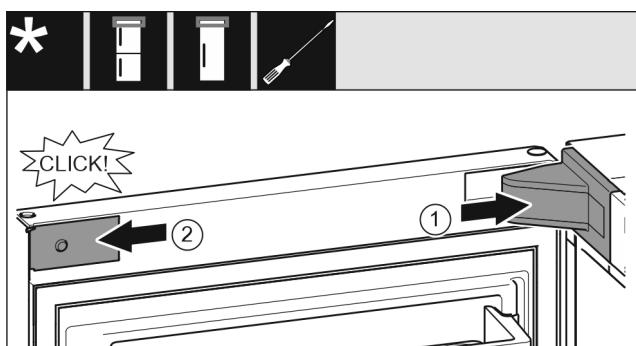

Fig. 22
- Τοποθετήστε και κουμπώστε το κάλυμμα του στηρίγματος Fig. 22 (1), ενδεχ. ξεκουμπώστε προσεκτικά.
- Εφαρμόστε στο πλάι το διακοσμητικό κάλυμμα Fig. 22 (2) και κουμπώστε το.